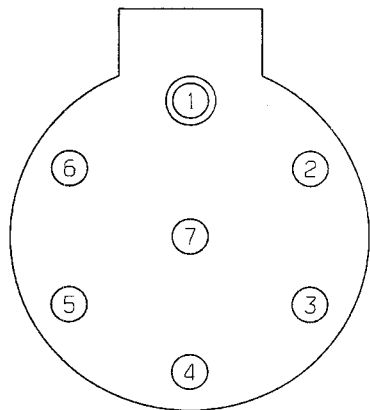

Fig. 56-1
- 24S socket (ISO 3731) Fig. 56-1